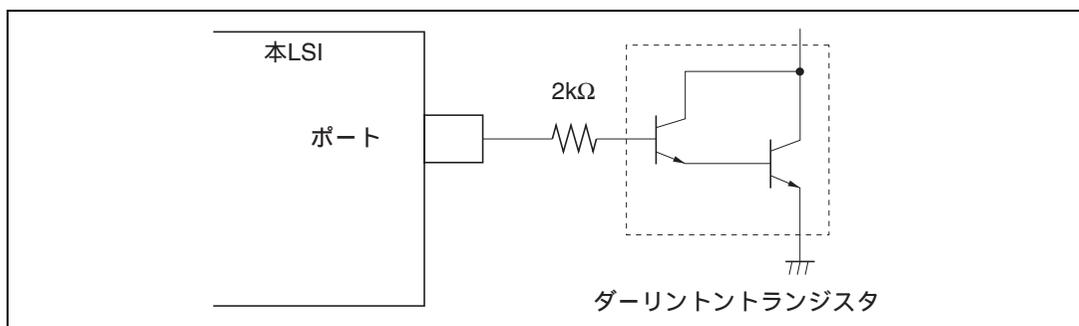

図 19.1 ダーリントトランジスタ駆動回路例
- ダーリントトランジスタや、LED を直接駆動する場合には、図 19.1 に示すように、出力に必ず電流制限抵抗を挿入してください。